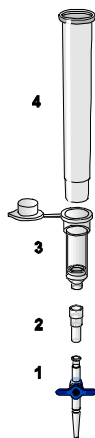

Figura 1. Ensamblado de los componentes del QIAamp DSP Virus Kit para el procesamiento al vacío de las muestras:
Compruebe que ha montado correctamente el extensor de columna (EXT), la columna QIAamp MinElute, el conector VacConnector (VC) y la válvula VacValve (consulte la Figura 1).
5. Centrifugue el tubo de lisis (LT) durante ≥ 5 segundos a la máxima velocidad para eliminar las gotas del interior de la tapa.
6. Cámbiese de guantes y abra con cuidado el tubo de lisis (LT).
7. Añada 600 µl de etanol (96-100 %) al tubo de lisis (LT), cierre la tapa y mézclelo bien mediante agitación vorticial de pulsos durante ≥ 15 segundos. Incube durante 5 minutos a temperatura ambiente (15-25 °C).
8. Centrifugue el tubo de lisis (LT) durante ≥ 5 segundos a la máxima velocidad para eliminar las gotas del interior de la tapa.
9. Inserte la columna QIAamp MinElute en el VacConnector (VC) del sistema de vacío (consulte la Figura 1, página 28). Inserte un extensor de columna (EXT) en la columna QIAamp MinElute abierta.